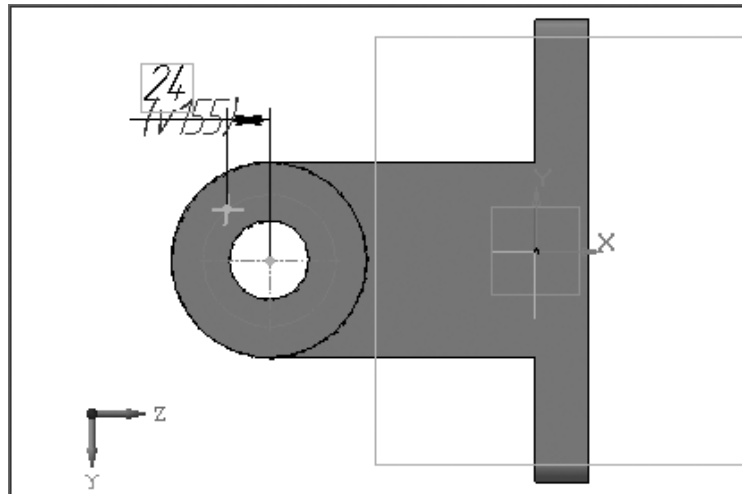

Рис. 3.76. Определение местоположения точки на осевой окружности под левый болт
- определите местоположение размерной линии и щелкните мышью. Появится диалоговое окно **Установить значение размера**. Расстояние от центра отверстия в бобышке до центра левого отверстия для болта по горизонтали должно равняться 24 мм. Если в диалоговом окне другое значение, то введите нужное и щелкните по кнопке **ОК**. Это состояние системы показано на рис. 3.76.